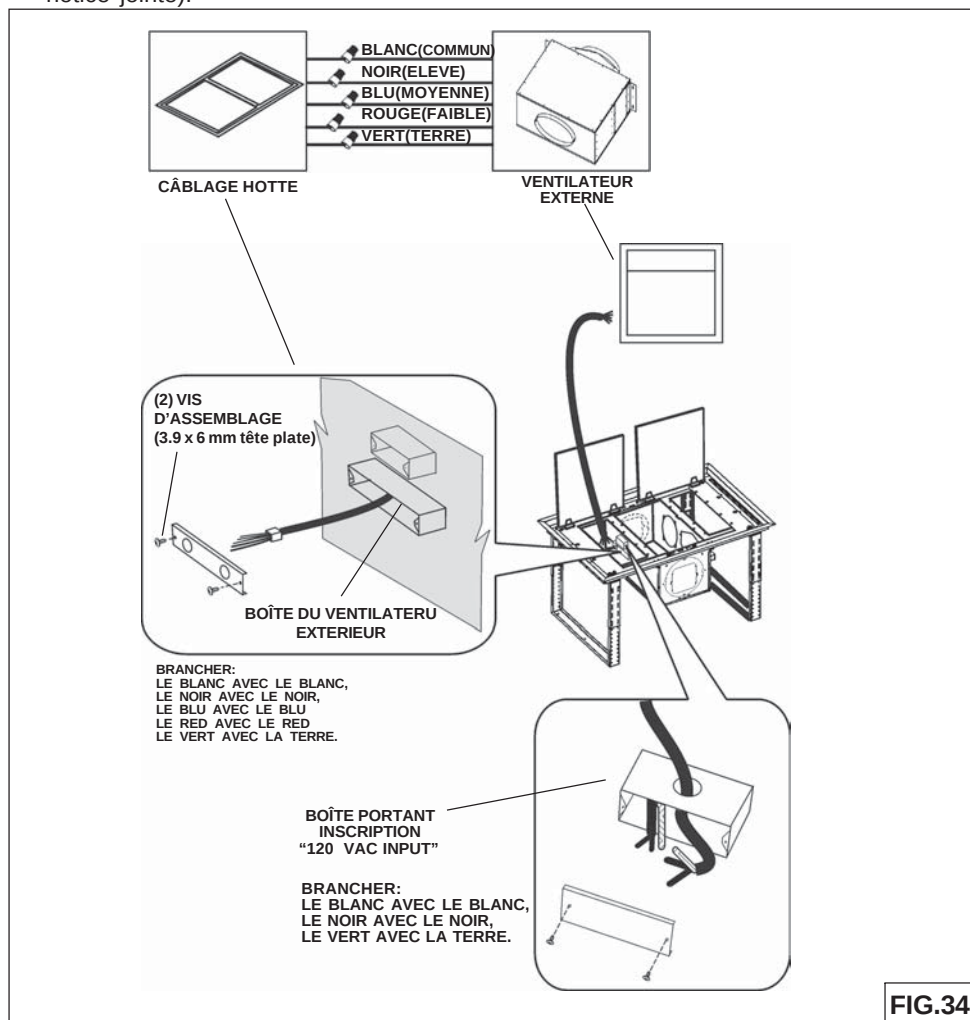

FIG.34
1. Tirer un câble à 4 fils avec la terre du ventilateur externe (ou ventilateur "In-Line") vers la boîte du ventilateur extérieur de la hotte portant la mention "motor connection" (Fig.34).
4. Raccorder le blanc avec le blanc, le noir avec le noir et le vert à la terre (Fig.34).